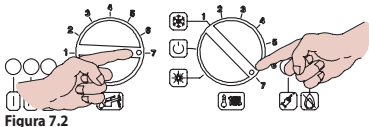

Figura 7.2
- Ruotare il selettore di funzione 3 come in Figura 7.2.